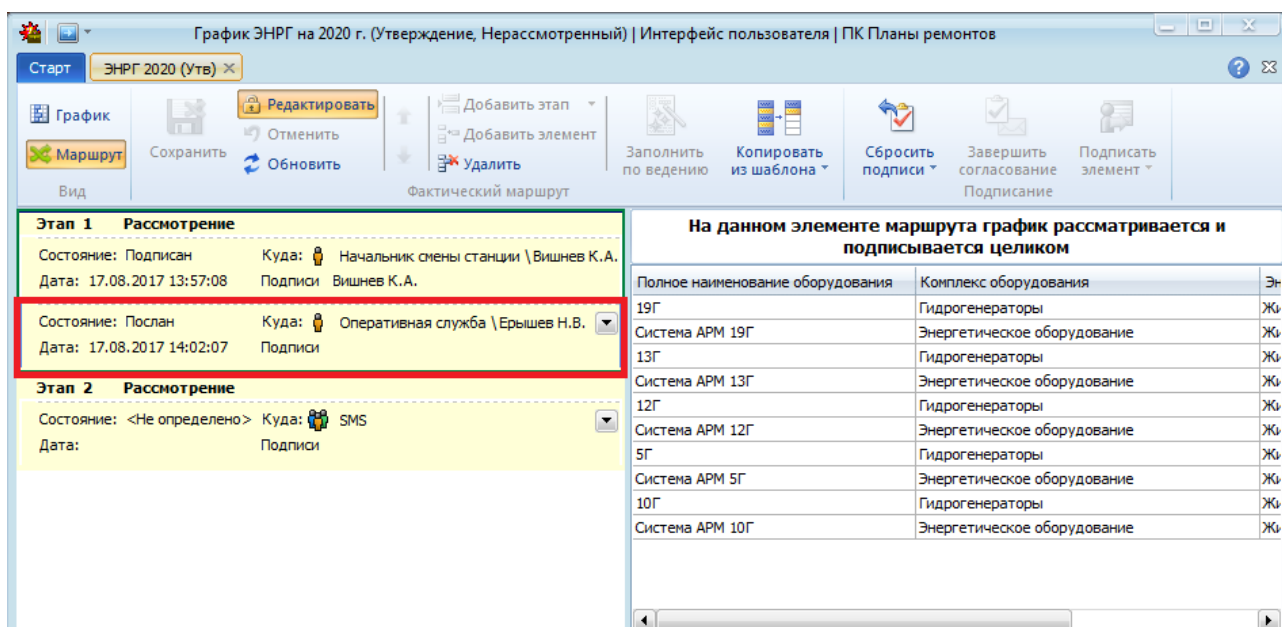

Рисунок 11.21 – Сброс подписей на элементе маршрута
- выбор пункта «Сбросить выделенный» в раскрывающемся меню по кнопке « Сбросить подписи» приведет к сбросу всех подписей после выделенного этапа, включая выделенный этап. В случае, если этап состоит из нескольких элементов, то при выделенном элементе сброс подписей происходит только на выделенном элементе. Подписи на других элементах этапа не сбрасываются (Рисунок 11.21);